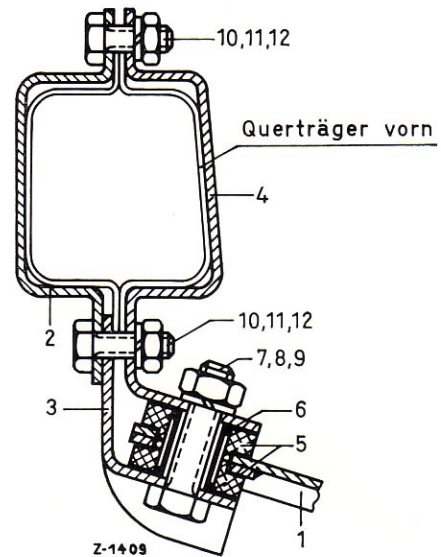

Bild 52-1/3a
5. Unterschutzblech (1) an den Befestigungswinkel (3) und den Halter (4) am vorderen Querträger unter Verwendung der Teile Pos. 5 bis 9 befestigen (Bild 52-1/3a bzw. 3b).